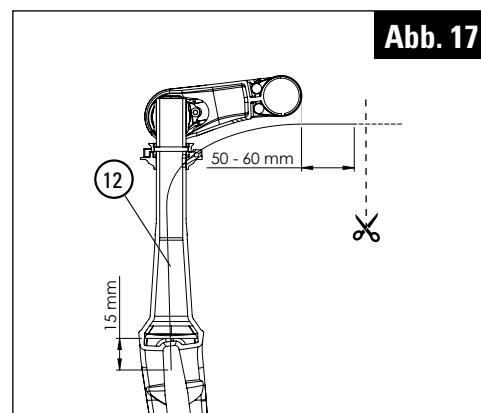

Abb. 17
2 / Führen Sie die Bremsaußenhülle ⑫ in den Gabelschaft. Die Bremsaußenhülle zwischen den Schenkeln der Gabeln etwa 15mm herausziehen (siehe Abb. 17). Die Bremsaußenhülle auf zwischen 98 und 105mm abschneiden (siehe Abb. 17).